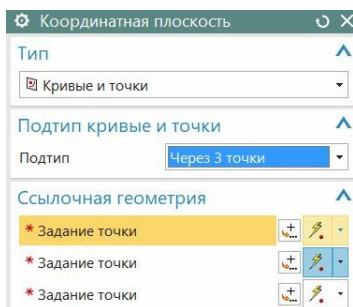
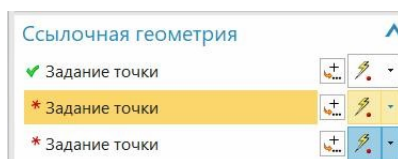
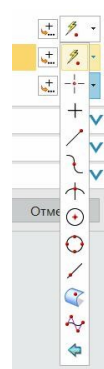
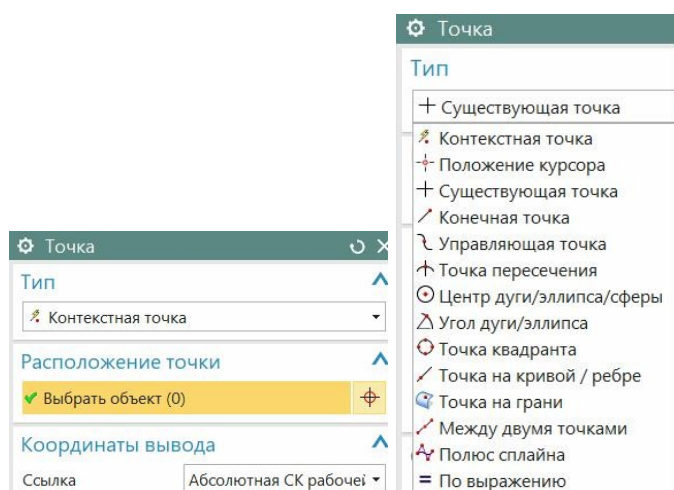

рис.52
рис.53
рис.54
Рис.55
- Каждое из полей в любой момент вы можете развернуть, сделать в них какой-либо выбор, или внести необходимые параметры (рис.52).
- Не все поля обязательно заполнять. Многие параметры уже заданы какими-то значениями по умолчанию. Но есть поля, заполнение которых обязательно. Эти (обязательные) поля система подсвечивает *оранжевой звездочкой* (рис.52). После введения необходимого параметра эта *оранжевая звездочка* меняется на *зеленую птичку* (рис.53). И до тех пор, пока вы не заполните все необходимые поля, кнопки *ОК* или «*Применить*» в нижней части окна будут оставаться пассивными. То есть команду вы не сможете выполнить.
- Повторим - признаком того, что поле нужно обязательно заполнить каким-либо параметром, является его (поля) *оранжевая подсветка*, и *оранжевая точка* слева (рис.52). А признаком того, что поле уже заполнено – является обычная серая подсветка всего поля, и *зеленая птичка* слева (рис.53).
- Для того, чтобы вам было легче указывать необходимые параметры, справа на рис. 53,54, в каждом из полей, система предоставляет разные возможности задания параметров. Например, для задания *точки* можно раскрыть **крайнюю правую** пиктограмму (желтая молния с точкой), и выпадет вертикальный список пиктограмм: *существующая вершина*, *положение курсора*, *крайняя точка отрезка*, *центр дуги или окружности* и пр.
Но если ни один из этих способов (рис.54) вам не подходит, то можно нажать на небольшую пиктограмму левее (рис.53), и вместо текущего диалогового окна система «переключит» вас в специализированное диалоговое окно *построения точек* (рис.55). Там уже вы найдете все возможные способы для указания и построения точек, которые существуют в NX (рис.56).
ЗАМЕЧАНИЕ: все диалоговые окна система предоставляет в «сокращенном» и в «полном» вариантах. Для уточнения варианта в левом верхнем углу любого диалогового окна кликните по изображению маленькой «шестереночки» (рис.55, 57). В ответ система развернет небольшое табло (рис.57), в верхних строках которого вы можете выбрать вариант представления этого окна. Учтите, что в *сокращенном* варианте представления диалогового окна могут отсутствовать необходимые вам поля и параметры! Поэтому чаще пользователи выбирают вариант «*Дополнительно*» (рис.57).
ЗАМЕЧАНИЕ: если при заполнении полей диалогового окна или при указании каких-либо графических примитивов **вы ошиблись**, то кликните по изображению маленькой «завитушки» в правом верхнем углу диалогового окна (рис.55, 57), и все параметры и поля приобретут исходное состояние.